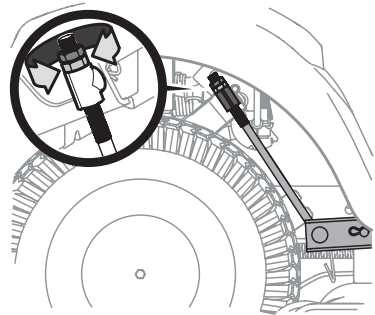

Figura 36
3. Debajo de los guardabarros traseros dentro de las ruedas hay una varilla de ajuste de elevación para cada lado de la plataforma (Figura 36).